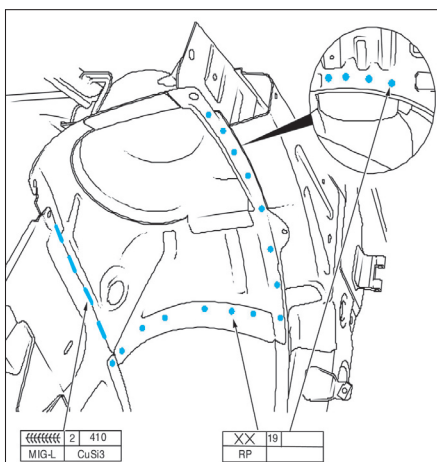
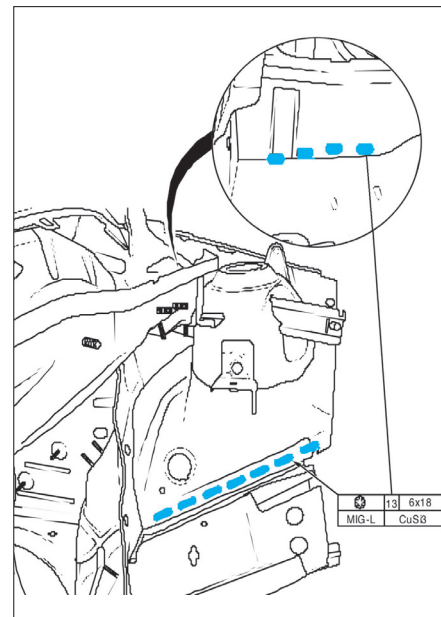

FIG. 12
FIG. 13
- Percer 7 trous oblongs de 6x18 mm sur la partie arrière du passage de roue (fig. 13).
- Souder la partie arrière du passage de roue (fig. 12) et (fig. 13).